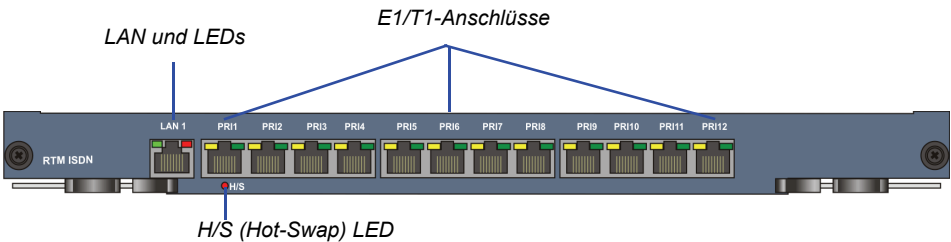

Abbildung 1-12 *RMX 4000 Layout der RTM ISDN-Rückplatte*
- 7 E1- oder 9 T1 PRI-Leitungen, die auf einen beliebigen der 12 Anschlüsse gesteckt werden können, wie in Abbildung 1-12 gezeigt